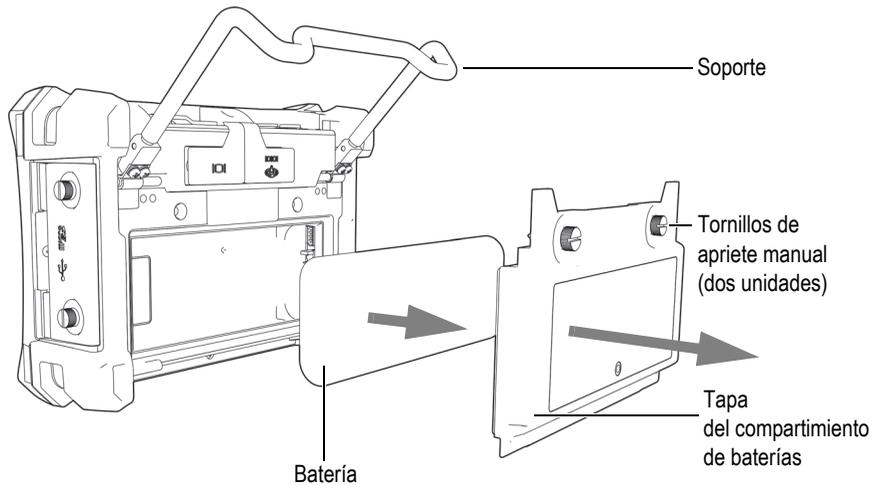

Figura 1-11 Reemplazo de la batería de iones de litio
1. Levante el soporte del equipo (vea la Figura 1-11 en la página 40).